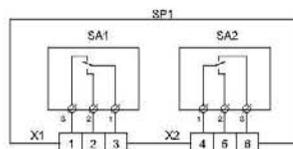

Рис. 1
3.7 Общий вид и габаритные размеры датчика приведены на Рис.1.
6.2. Снять защитный кожух поз.1 (см.Рис.1). Подсоединить к ниппелю датчика через рукав с внутренним диаметром 8мм (ГОСТ10362.76) источник давления газа или воздуха. Подсоединить датчик к электронной системе обработки сигнала проводом с сечением жилы не менее 0,2 мм. Регулирующим винтом поз.2 установить нижний порог срабатывания, зафиксировав его положение стопорным винтом поз.3. Верхний порог срабатывания устанавливается винтом поз.7, фиксируется положение винтом поз. 9. (Допускается предварительная настройка датчика нижнего и верхнего порога на стенде, имеющем манометр, источник питания ~220В, регулируемое подачу воздуха). Контроль величины необходимого давления произвести манометром.
6.3 Надеть защитный кожух и зафиксировать его положение винтом 4 (Рис.1)